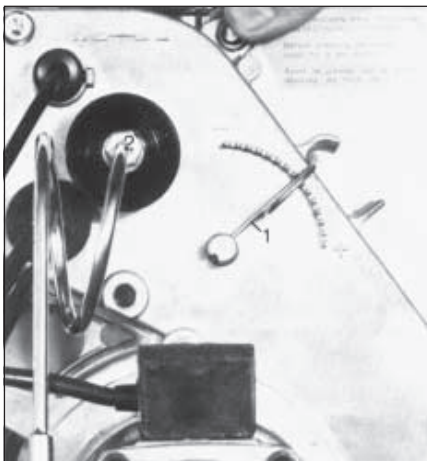

Abb. 22
Bei kritischen Feuerungsverhältnissen kann es von Vorteil sein, die Luftregulierung hauptsächlich an der Feinregulierung (Rändelmutter) vorzunehmen. Hierzu wird die Einstellung der Luftklappe (Abb. 22, Pos. 1) um 1 bis 2 Raster weiter geöffnet und an der Rändelschraube (Abb. 22, Pos. 2) mehr gedrosselt. Die Flamme wird dann kürzer und straf-fer.
1. als Vorregulierung mittels Luftklappe (Abb. 22, Pos. 1) und
2. als Feinregulierung im Mischkopf, betätigt durch eine Rändelmutter (Abb. 22, Pos. 2).